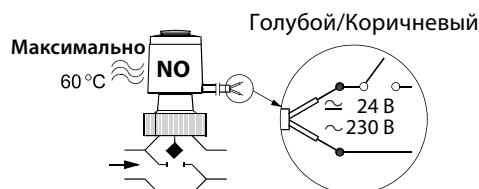

Рис. 3 TWA-Z (NO) + AB-QM
- без питания клапан открыт (рис. 3);